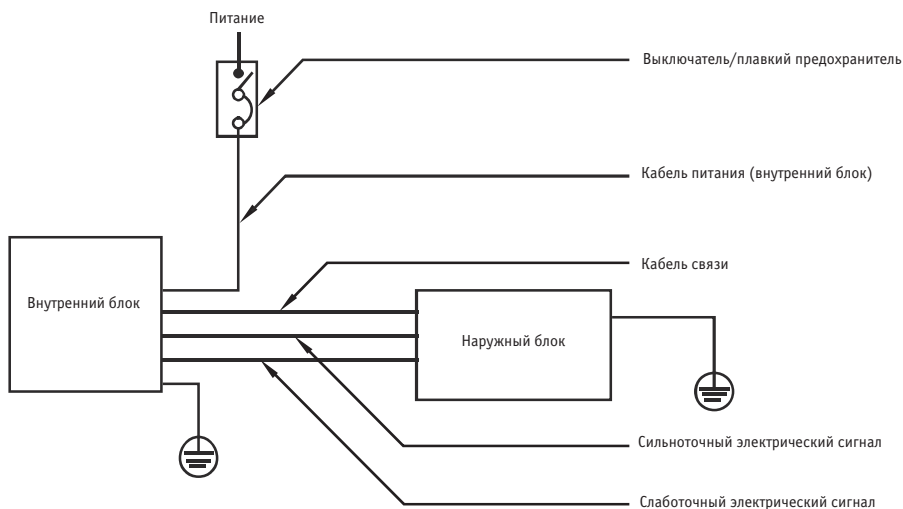

Рис. 42
- Отверните болты крепления защитной крышки. Если наружный блок не оснащен крышкой, отверните болты панели обслуживания, потяните панель в направлении стрелки и снимите ее. (См. рис. 42)
(См. рис. 42)